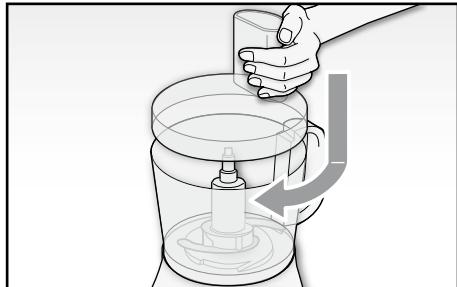

Fig. 7
- Inserire il coperchio (O) sopra la ciotola (P) allineando la tacca presente all'interno della ciotola (P) col simbolo (□). Bloccare il coperchio (O) a scatto ruotandolo in senso orario (□) (Fig. 7).